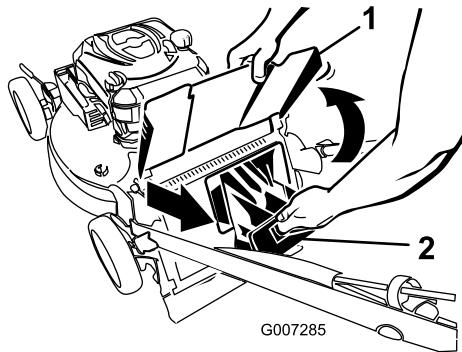

Figure 23
- Soulevez le déflecteur d'éjection et gardez-le dans cette position (Figure 23).
- Retirez l'obturateur d'éjection arrière (Figure 23).